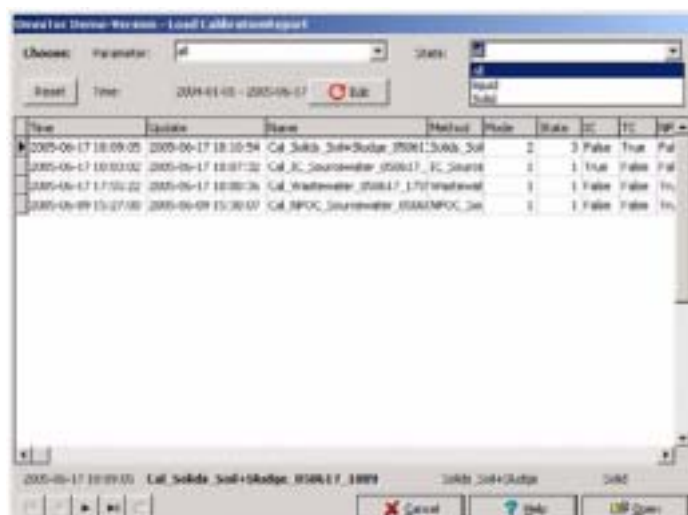

图57 Load Calibration Report (载入标定报告) 窗口
2. 在Load Calibration Report (载入标定报告) 窗口选择标定报告 (图57)。